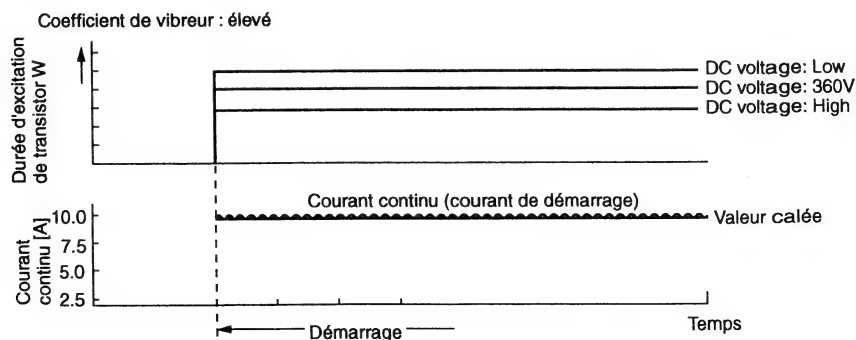

Fig. 8-7
- (2) Comme indiqué sur Fig. 8-7, la durée d'excitation du transistor W+ change en fonction du niveau continu de tension pour que le courant de démarrage soit égal à environ 10 A.